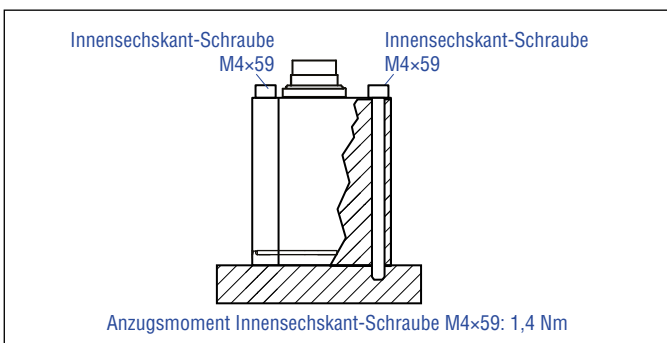

Abb. 15: Befestigung mittels Innensechskant-Schrauben M4×59
- Montieren Sie das Sensorelektronikgehäuse über die 3 Innensechskantschrauben M4×59 aus unmagnetischem Material. Anzugsmoment: 1,4 Nm (Abb. 15). Sichern Sie die Schrauben vor dem Wiedereinbau, z.B. mit Loctite 243.
- Montieren Sie das Sensorelektronikgehäuse über 3 Innensechskantschrauben M4×59 aus unmagnetischem Material. Anzugsmoment: 1,4 Nm (Abb. 15). Sichern Sie die Schrauben vor dem Wiedereinbau, z.B. mit Loctite 243.